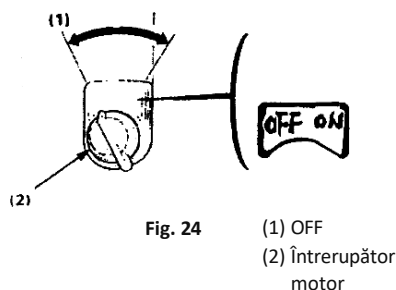

Fig. 24
- 3) Treceți comutatorul motorului în poziția OFF. (Fig. 24)